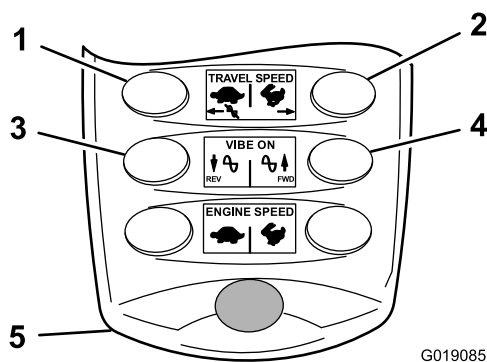

Figura 45
- Inicie la vibración hacia adelante presionando y soltando el botón de vibración hacia adelante (Figura 45).
- Inicie la vibración hacia atrás presionando y soltando el botón de vibración hacia atrás (Figura 45).